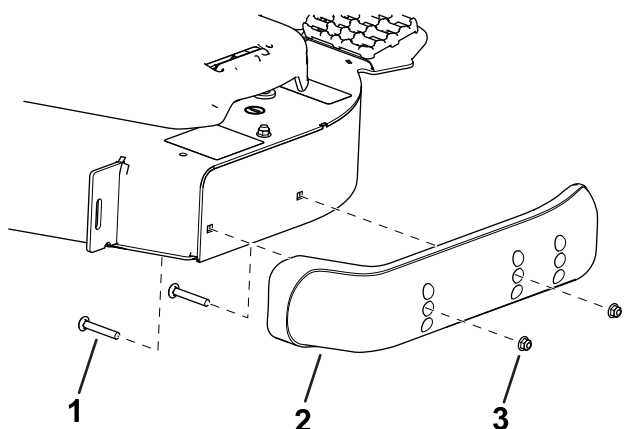

Figura 13
3. Desloque o patim para a posição desejada e prenda-o à unidade de corte com os parafusos de cabeça flangeada e as porcas (Figura 13).